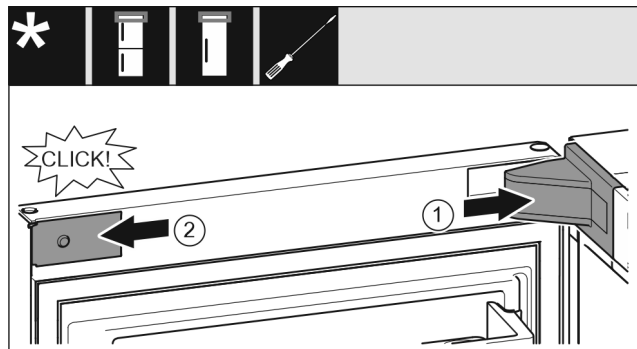

Fig. 25
- ▶ Namestite pokrov ležajnega podstavka Fig. 25 (1) in ga zaskočite, po potrebi ga previdno potisnite narazen.
- ▶ Namestite zaslonko Fig. 25 (2) in jo zatakните.